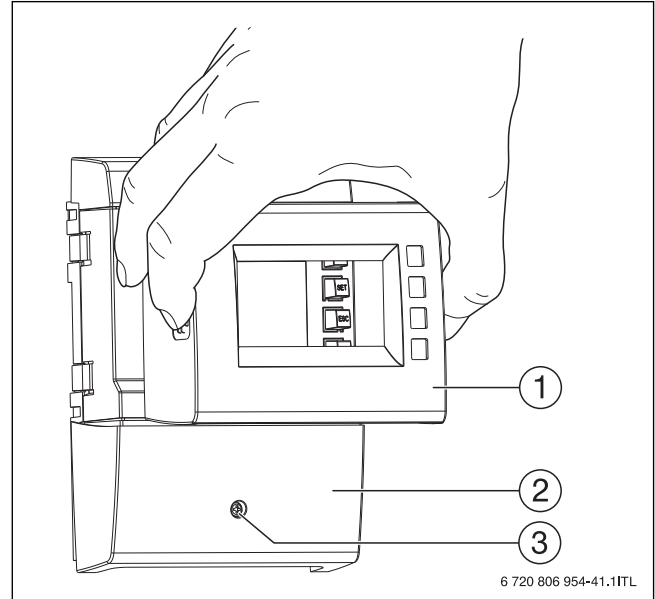

Bild 23 Frontblende entfernen
- Frontblende (→ Bild 23, [1]) an den seitlichen Griffen fassen und nach vorne abziehen.
- Frontblende (→ Bild 23, [1]) vorsichtig aufsetzen und auf die Frontblende drücken, sodass sie einrastet.
- Befestigungsschraube der Klemmenabdeckung (→ Bild 23, [3]) lösen.
- Klemmenabdeckung (→ Bild 23, [2]) aufsetzen.